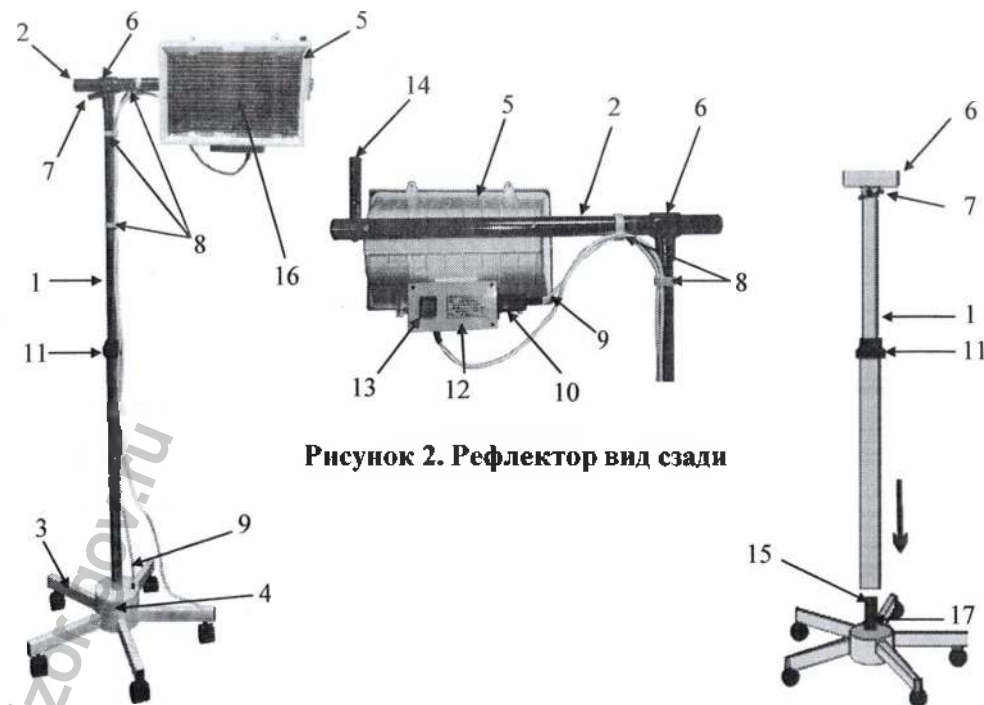

Рисунок 1. Общий вид
4.1. Облучатель (Рис.1) состоит из 3-х основных узлов:
- основания на колёсах (Рис.1 поз.3);
- штанги раздвижной (Рис.1 поз.1);
- штанги горизонтальной (Рис.1 поз.2) с рефлектором (Рис.1 поз.5).
В основании расположено электропитающее устройство – дроссель (Рис.1 поз.4). На задней стенке рефлектора расположен блок питания (Рис.2 поз.12) с сетевым выключателем (Рис.2 поз.13), сетевым кабелем и разъемом (Рис.2 поз.10) для подключения соединительного кабеля «дроссель – блок питания» (рис.2 поз.9). На штанге горизонтальной (Рис.2 поз.2) закреплен рефлектор (Рис.2 поз.5), ручка для перемещения и поворота рефлектора (Рис.2 поз.14). Внутри рефлектора расположена газоразрядная лампа высокого давления ДРТ-400.
- подключить соединительный кабель «дроссель – блок питания» (Рис.1;2 поз.9) к разъему (Рис.2 поз.10).
- зафиксировать соединительный кабель и шнур питания на штанге вертикальной (раздвижной) с помощью клипс (Рис.1 поз.8).